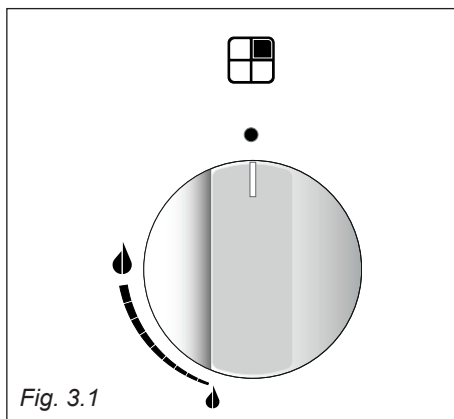

Fig. 3.1
L'afflusso del gas ai bruciatori è regolato da un rubinetto comandato da una manopola (fig. 3.1).
1. Premere a fondo la manopola del rubinetto gas relativo al bruciatore da accendere e, tenendola sempre premuta, ruotarla in senso antiorario di 90° (fig. 3.1).